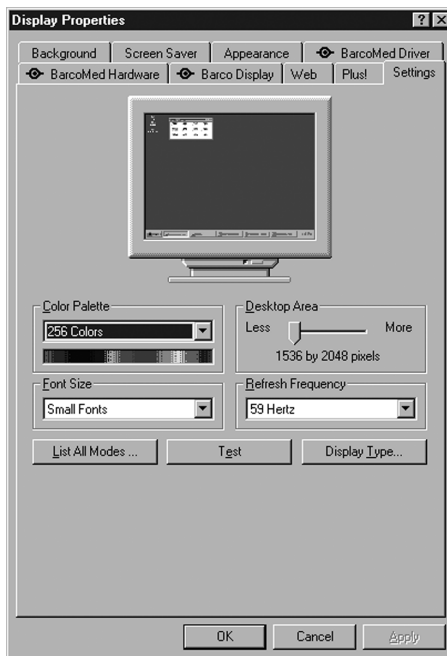

Figura 26: Panel de control de propiedades de pantalla de Windows NT 4.0
2. Windows inicia “Display Properties Control Panel”. Haga clic en la ficha “**Settings**” y haga clic en el botón “**List all Modes**” (figura 26 en la página 66).
Nota: El sistema que se muestra en la figura 26 es una única controladora BarcoMed Coronis; en una configuración de tarjeta VGA no de terceros, el sistema puede tener una apariencia distinta.